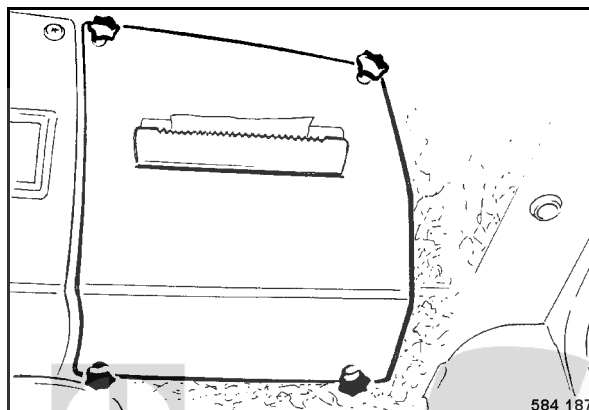

Fig. 105
- Dévisser les poignées en étoile (Fig. 105) et retirer le cache.